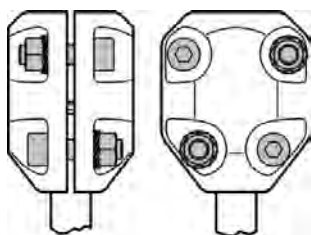

fig. 11
- Ensamblar la junta montando los cuatro tornillos, las arandelas y las tuercas, enroscándolas solo un poco, en modo de dejar mucho juego a las dos partes de la junta. Importante: posicionar alternativamente sobre los dos lados de la junta los dados y las cabezas de los tornillos (**fig. 11**).